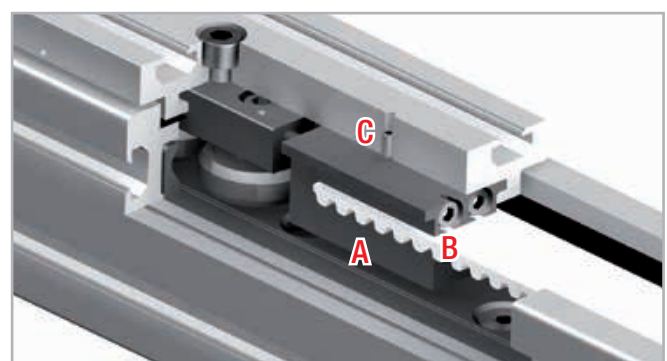

Рис. 15
1. Вывинтить предохранительные винты "С" (находящиеся на боковой поверхности крепёжной пластины каретки) из натяжителя "А" (см. Рис. 15).